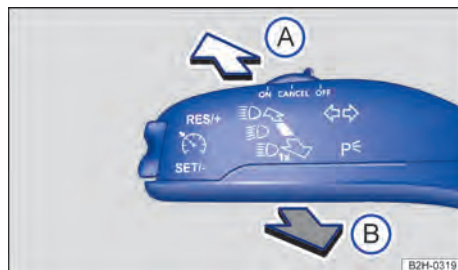

Fig. 87 À esquerda na coluna de direção: alavanca dos indicadores de direção e do farol alto.
2. Deslocar a alavanca dos indicadores de direção e do farol alto da posição central para frente → **Fig. 87**.
1. Puxar a alavanca dos indicadores de direção e do farol alto da posição central para trás → **Fig. 87**.
1. Puxar a alavanca dos indicadores de direção e do farol alto da posição central para trás → **Fig. 87** e segurar.